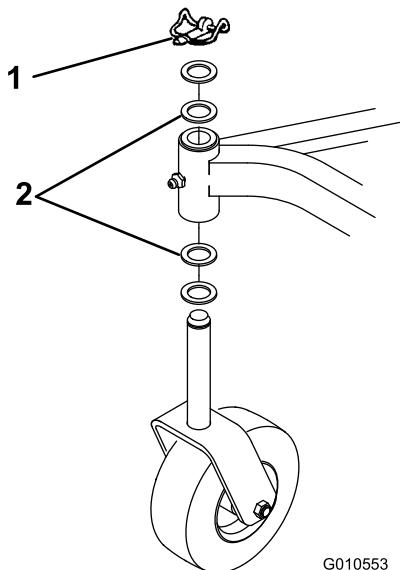

Bild 26
- A. An Mähwerken, die normal mit einer Schnitthöhe von 25 bis 51 mm eingesetzt werden, sollten Sie die niedrige Seite des Mähwerks anheben. Entfernen Sie den Klappstecker, mit dem das Laufrad am niedrigen Ende befestigt ist (Bild 26) und entfernen es.
- C. Wenn das Mähwerk mit einer Schnithöhe von 51 mm bis 102 mm eingesetzt wird, senken Sie die hohe Seite des Mähwerks ab. Entfernen Sie den Klappstecker des Laufrads am hohen Ende der Maschine und nehmen es ab (Bild 26).